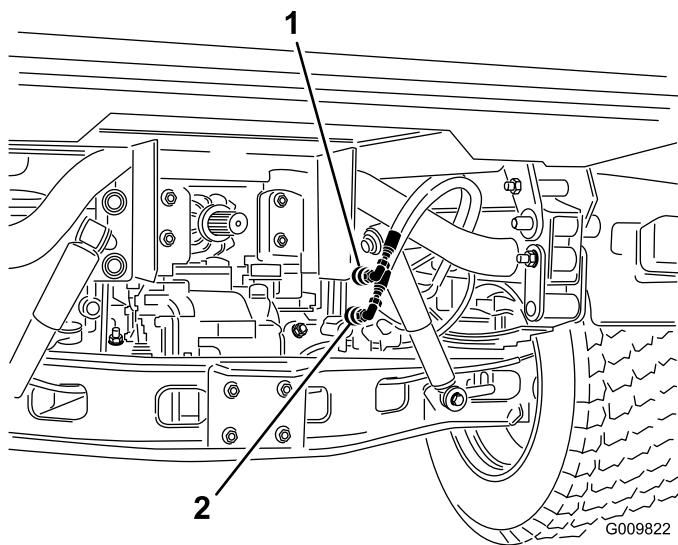

Figura 80
2. En ambos vehículos, desconecte los dos mangos de acoplamiento rápido de los mangos fijados al soporte de acoplamiento (Figura 80).